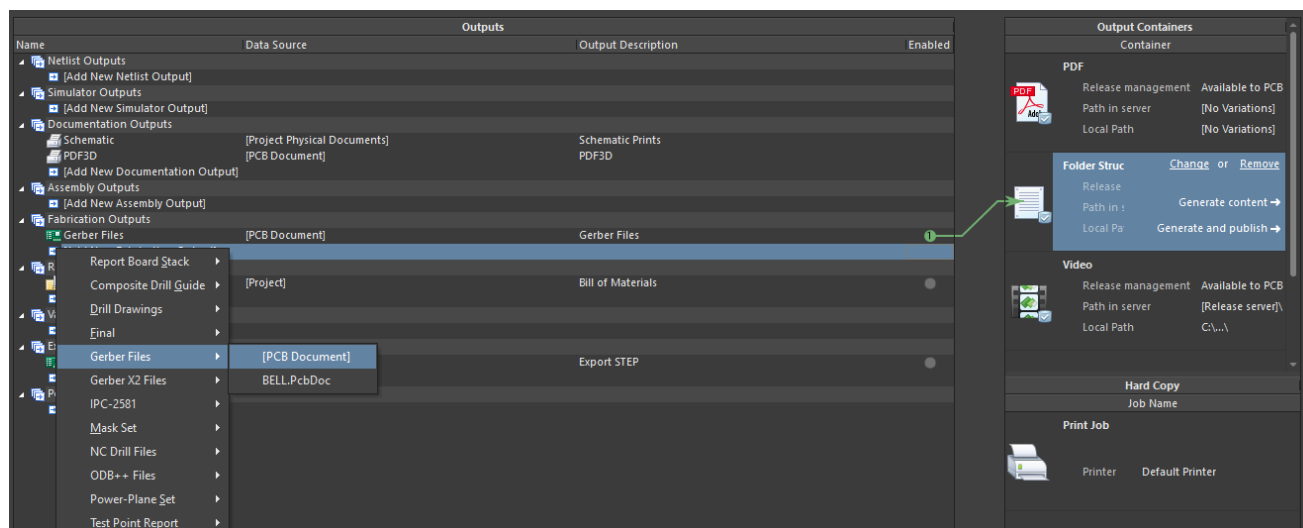

Рис. 5.7 Створення Gerber файлу
1. Виберіть пункт **Fabrication Outputs** та додайте **Gerber** файл як це показано на Рис. 5.7.
3. Для генерування Gerber файлу встановіть стрілку на **Folder Struc** та натисніть **Generate content** (Рис. 5.7).